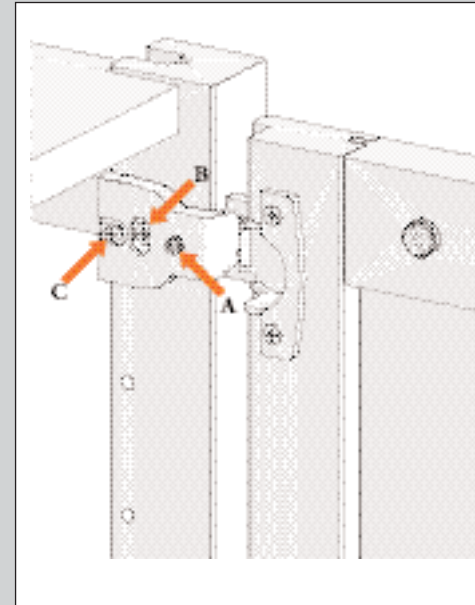

ABBILDUNG 9
- Jedes Scharnier hat 3 Stellschrauben (siehe Abb. 9);